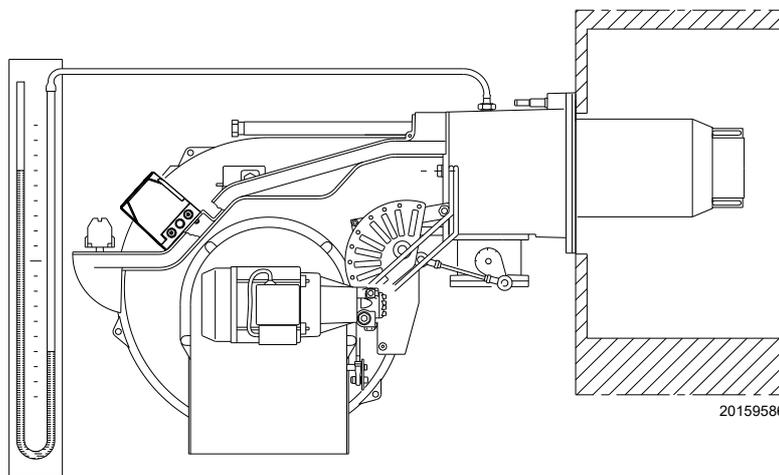

Fig. 36
- Monter un manomètre en U ou un manomètre de type différentiel (Fig. 36), avec prise (+) sur la pression du gaz du manchon et (-) dans la chambre de combustion.
À titre d'orientation, on peut le trouver dans le Tab. K à la page 26, il suffit de lire la pression du gaz sur le manomètre en U, voir Fig. 36 à la page 31, et suivre les indications.